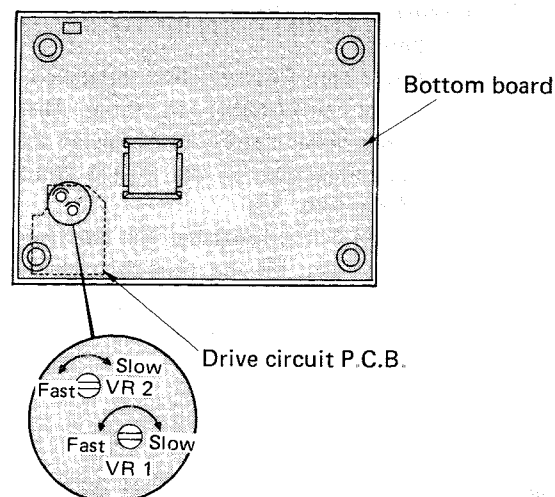

Fig. 14 (Abb. 14)
4. Turn the VR2 with a screw driver from the lower part of the set to the rated rotation (33-1/3 r.p.m.) and check the rotation with a strobe while adjusting the speed. (See Fig. 14)
6. Turn the VR1 with a screw driver from the lower part of the set to the rated rotation (45 r.p.m.) and check the rotation with a strobe while adjusting the speed. (See Fig. 14)
(Siehe Abb. 14)
6. VR1 mit einem Schraubenzieher von der Unterseite des Gerätes her drehen, bis die Nenndrehzahl von 45 U/min erreicht ist, was sich durch Beobachten des Stroboskopmusters während der Justierung feststellen lässt. (Siehe Abb. 14)
inférieure de l'appareil sur la rotation nominale (33-1/3 t/p.m.) et vérifier la rotation avec un stroboscope tout en ajustant la vitesse. (Voir Fig. 14)
6. Tourner VR1 avec un tournevis à partir de la partie inférieure de l'appareil sur la rotation nominale (45 t/p.m.) et vérifier la rotation avec un stroboscope tout en ajustant la vitesse. (Voir Fig. 14)
verifique la rotación con un estroboscopio mientras ajusta la velocidad. (Vea la Fig. 14)
6. Gire el VR1 con un destornillador de la parte inferior del aparato a la rotación nominal (45 r.p.m.) y verifique la rotación con un estroboscopio mientras ajusta la velocidad. (Vea la Fig. 14)